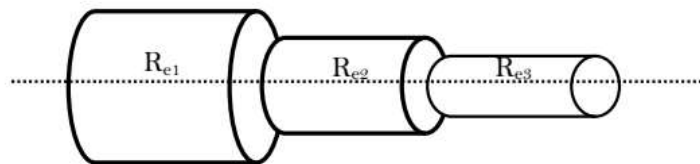

Figure.3
- Système de conduites en séries : dans ce cas la résistance à l'écoulement R_e est la somme des résistances à l'écoulement de chaque partie de rayon R_i (voir **Figure.3**).